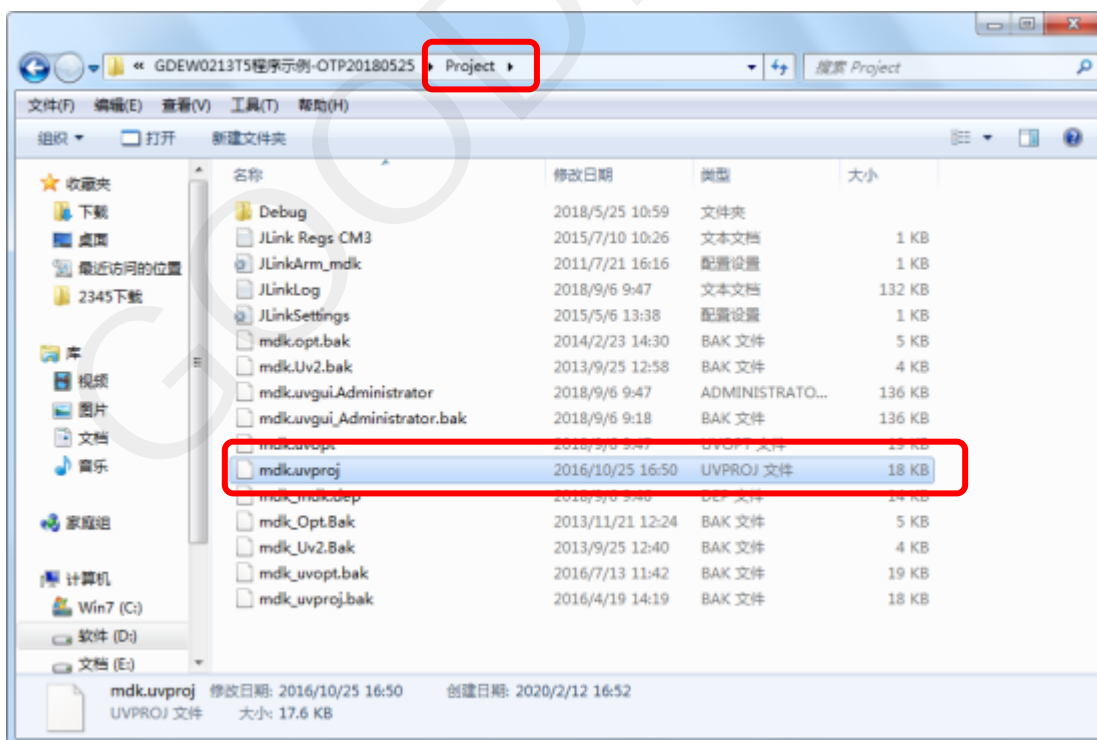

图6 打开 mdk. uvproj 工程文件
3) 用Keil4打开图6所示驱动程序文件夹project中的mdk. uvproj工程文件。